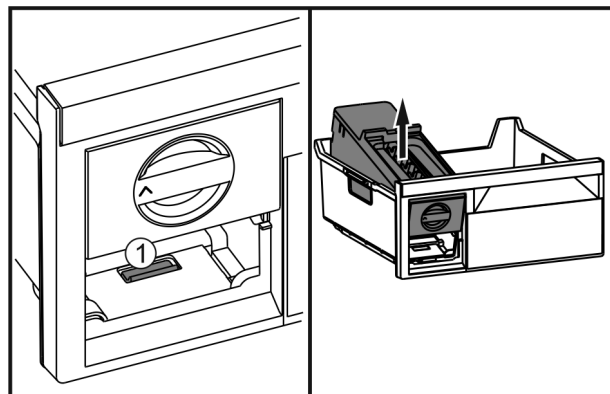

Fig. 38
- Premere la linguetta Fig. 38 (1), sollevare EasyTwist-Ice da dietro ed estrarlo dal cassetto del congelatore.